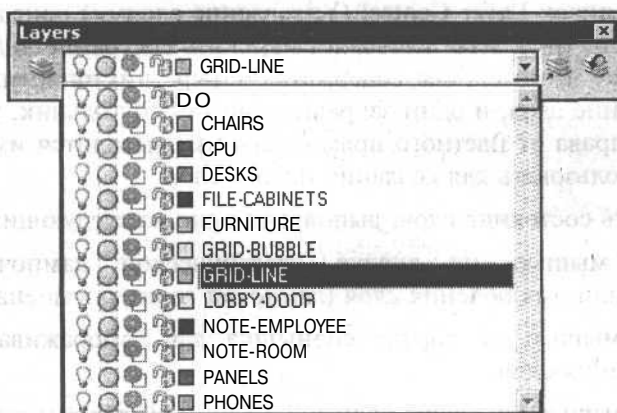

Рис. 7.12. Выпадающий список слоев
1. Раскройте выпадающий список **Layer Control** (Управление слоями) (рис. 7.12) на панели инструментов **Layers** (Слой).
Выпадающий список **Layer Control** (Управление слоями) панели инструментов **Layers** (Слой) (рис. 7.12) позволяет изменять состояние видимости слоя. В каждой строке этого списка содержатся четыре пиктограммы, характеризующие состояние слоя, и один закрашенный прямоугольник, указывающий на его цвет. Справа от цветного прямоугольника выводится имя слоя. Список нельзя использовать для создания нового слоя.